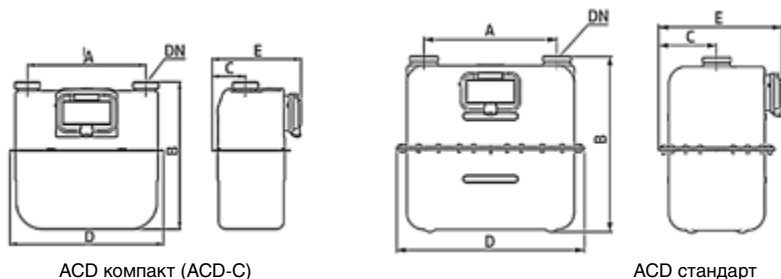

Рисунок 1. Зовнішній вигляд лічильників
2.7 Зовнішній вигляд лічильників показаний на Рис.1, а габаритні і приєднувальні розміри наведені в таблиці 1.